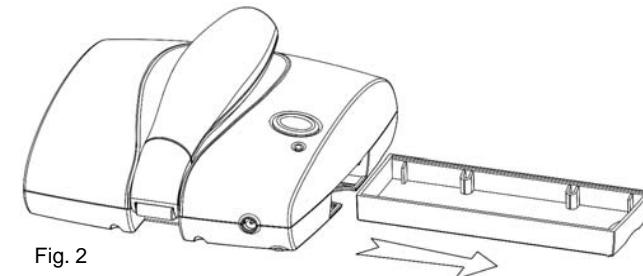

Fig. 2
1. Retirez le plateau tout droit hors du côté de la balayeuse (Fig. 2)